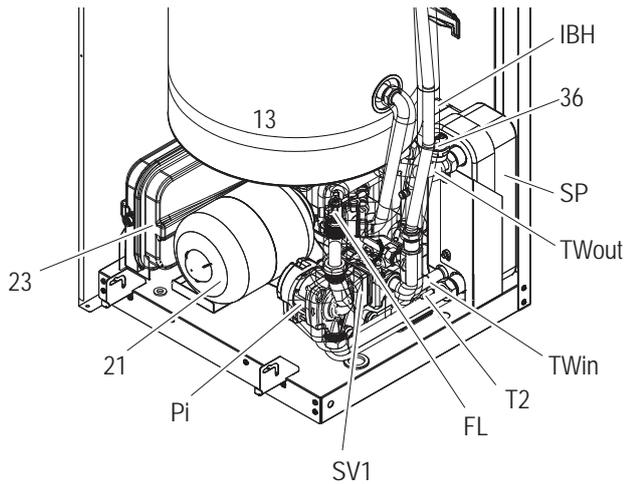
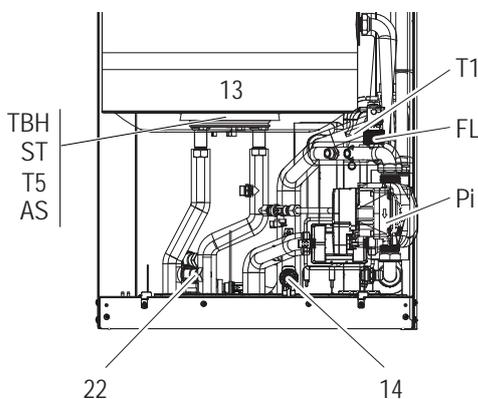
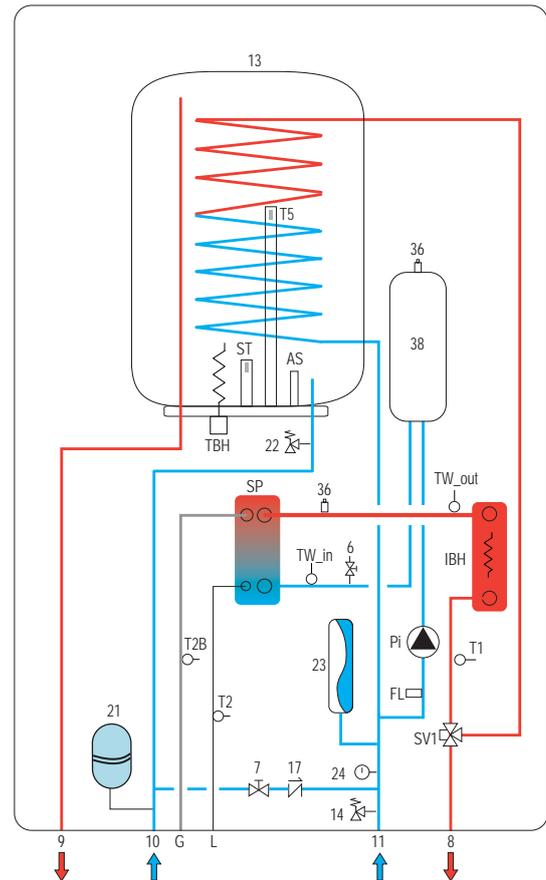
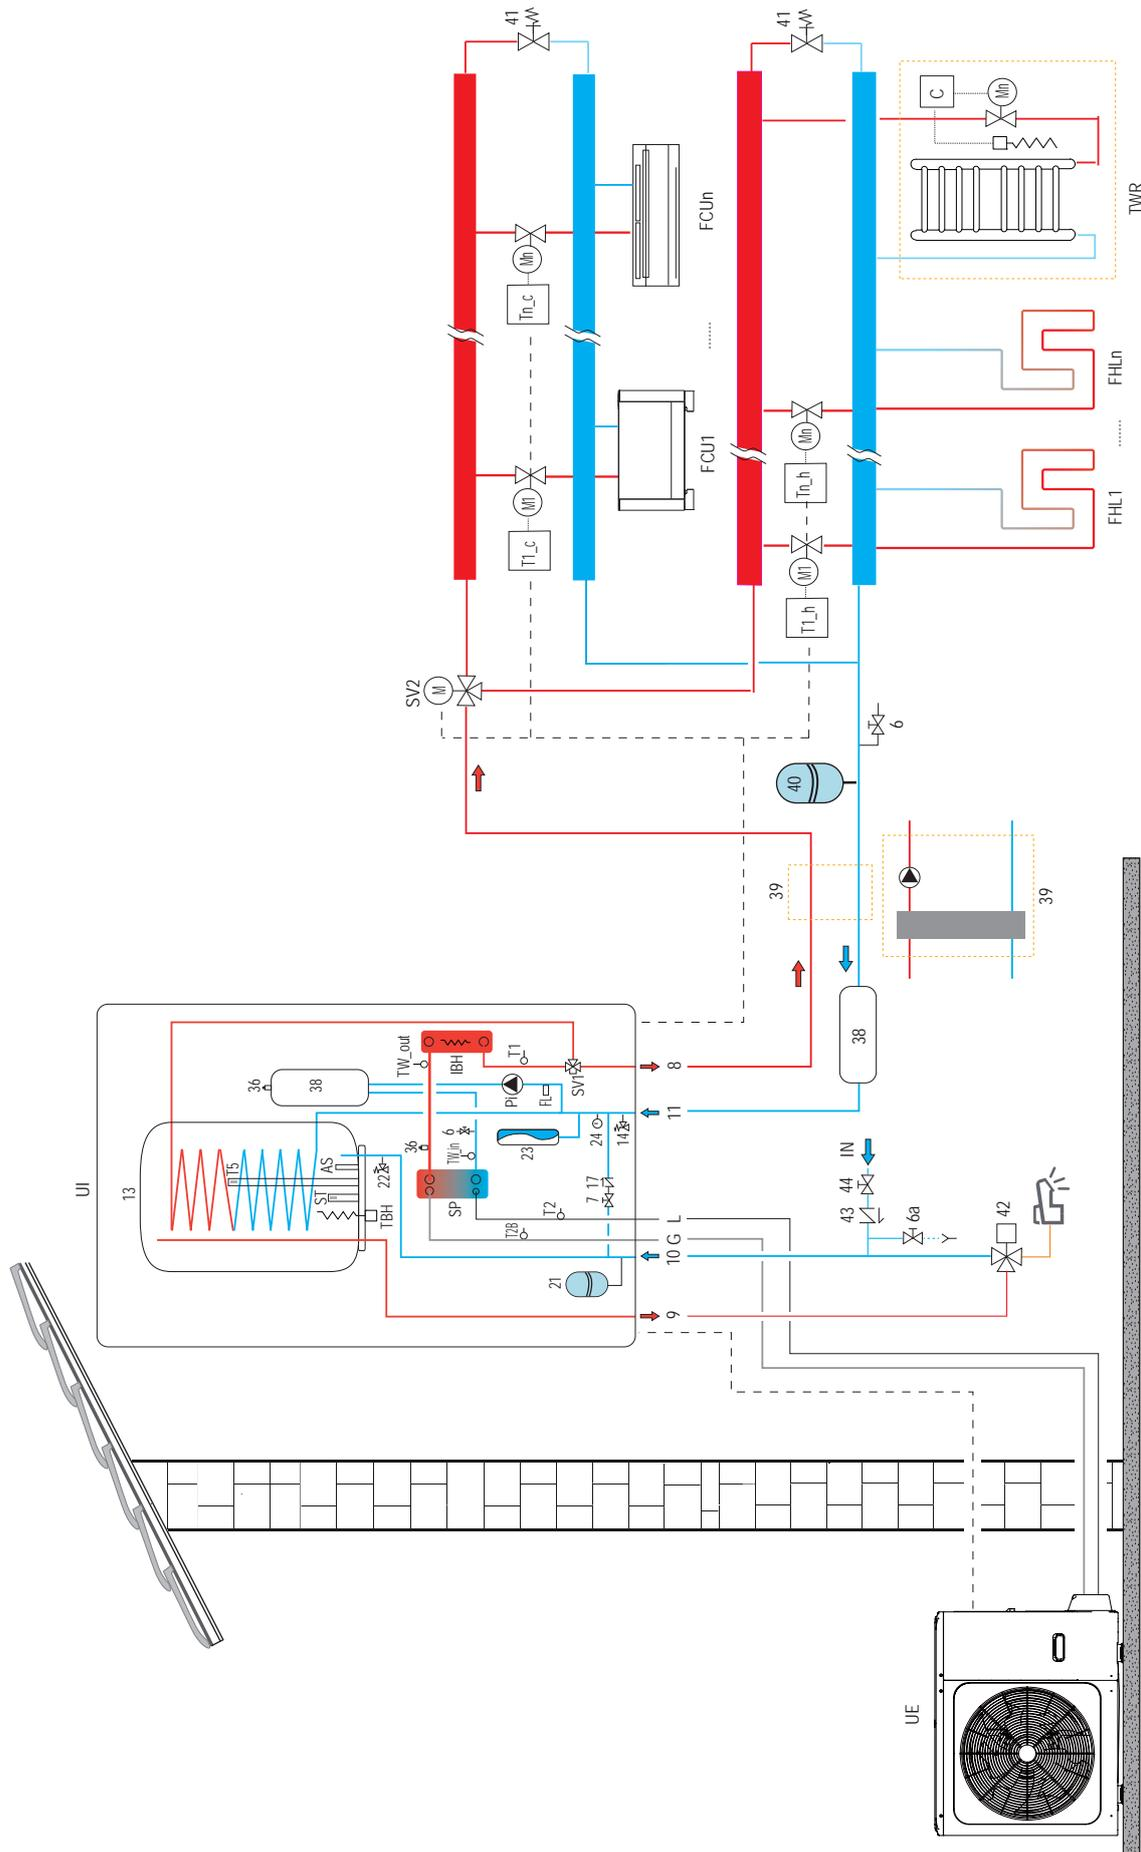

fig. 4 - Descrizione dei componenti isometrica
fig. 5 - Descrizione dei componenti - vista frontale (senza il rif 21 e 23)
fig. 6 - Schema idraulico unità interna
fig. 7 - Schema esemplificativo del sistema
**LEGENDA** ("fig. 4 - Descrizione dei componenti isometrica", "fig. 5 - Descrizione dei componenti - vista frontale (senza il rif 21 e 23)", "fig. 6 - Schema idraulico unità interna", "fig. 7 - Schema esemplificativo del sistema")
Per la legenda della fig. 7 fare riferimento alla pagina precedente.